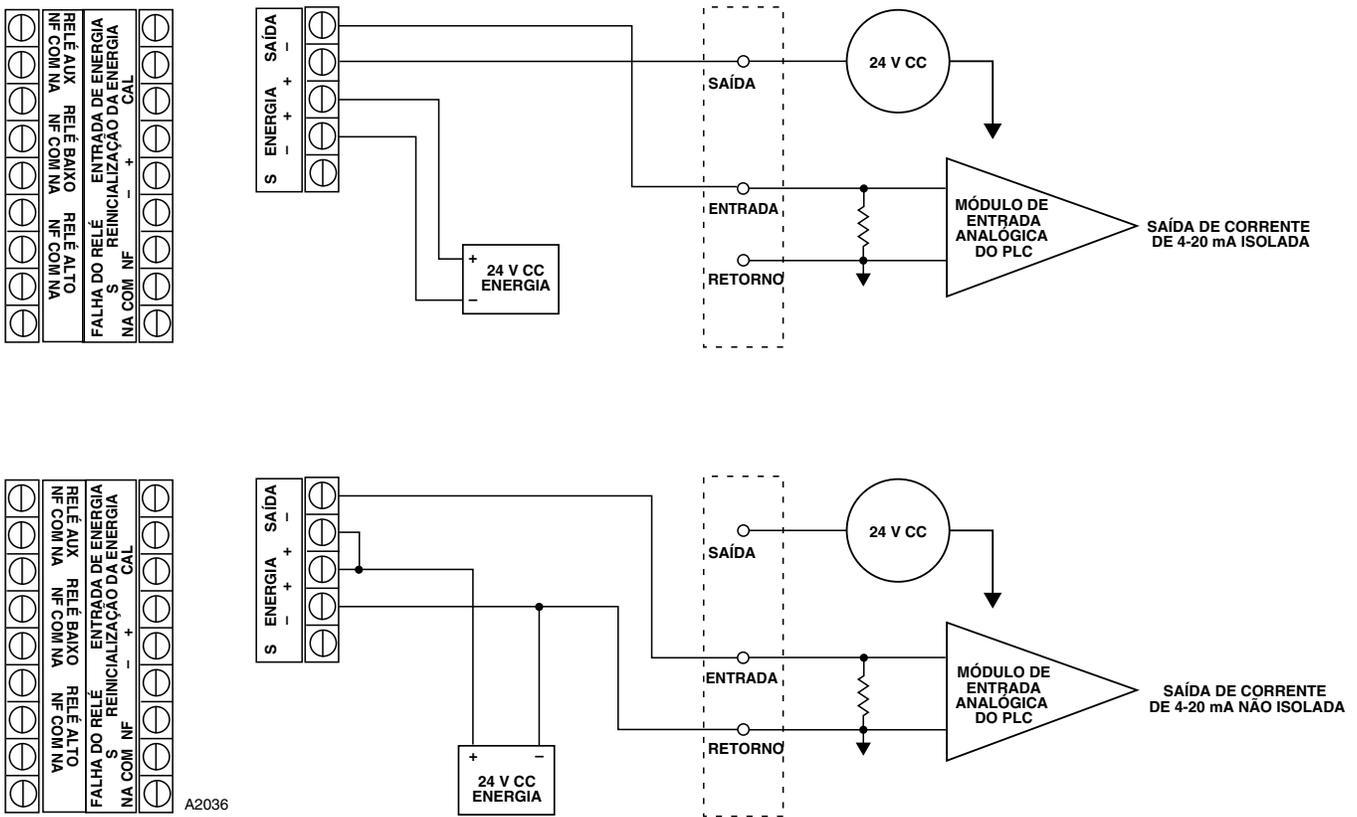

Figura 13 — Um sistema típico, Transmissor Infiniti usado com Módulo de entrada analógica de PLC, saída de corrente isolada/não isolada
- Figura 13 — Um sistema típico, Transmissor Infiniti usado com Módulo de entrada analógica de PLC, saída de corrente isolada/não isolada